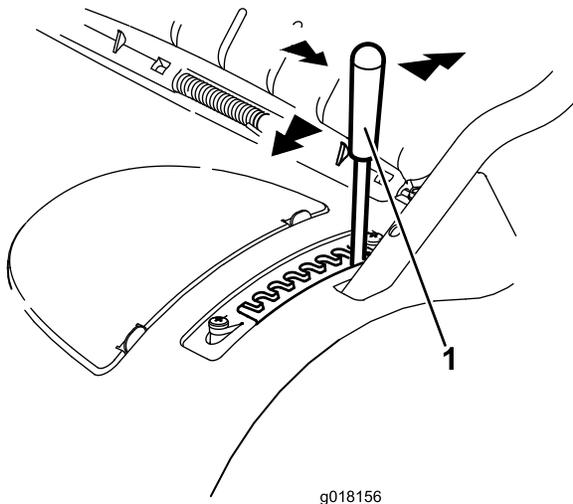

Рисунок 11
1. Возьмитесь за рычаг и потяните его в сторону, чтобы вывести из блокирующего паза (Рисунок 11).
2. Нажмите рычаг вперед для уменьшения или потяните назад для увеличения высоты скашивания (Рисунок 11).
3. Отпустите рычаг в требуемом положении и убедитесь в том, что он надежно зафиксирован в одном из восьми установочных пазов (Рисунок 11).